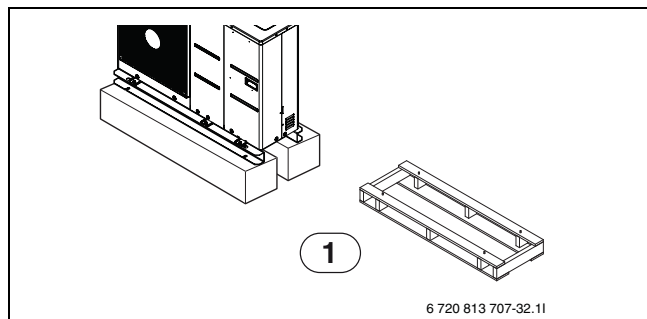

Fig. 8
► Før fastgørelse skal pallen (træunderlag) (→ fig. 8) under enhedens bundramme fjernes. Dette kan resultere i en ustabil tilstand for enheden samt tilfrysning af varmeveksleren og dermed fejlfunktion.
► Før svejsning skal pallen (træunderlag) (→ fig. 8) under enhedens bundramme fjernes. Hvis pallen (træunderlag) ikke fjernes, er der brandfare ved svejsning.